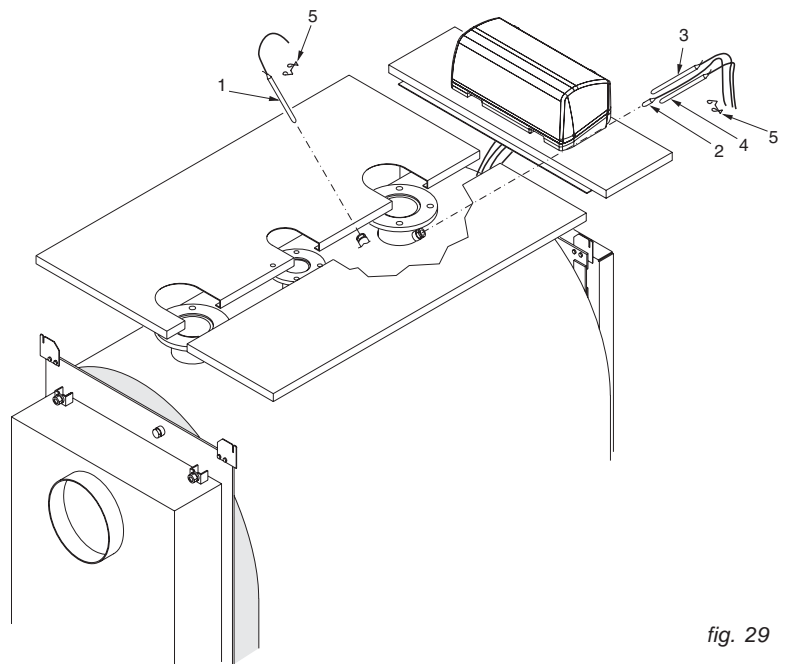

fig. 29
- M) Insérer dans le(s) doigt(s) de gant supérieur(s) les bulbes des sondes de régulation comme indiqué dans la fig. 29 et effectuer ensuite les raccordements électriques (alimentation 230V-50Hz, brûleur, pompes...). Refermer ensuite le tableau de commande.